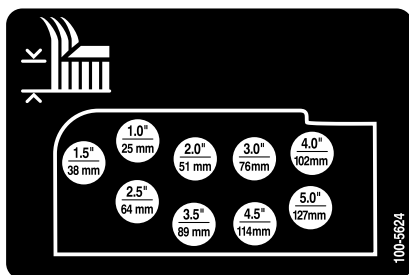

Figura 19
10. Montate le catene dell'altezza di taglio nel foro dell'altezza di taglio desiderata usando il perno con testa e la coppia (Figura 19).